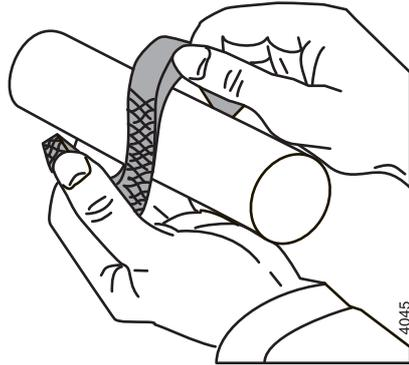

Рисунок 23: Сгибание набивочных колец, раскрываемых в осевом направлении
- 1 Установите 5 набивочных колец. Установите набивочные кольца со смещением открытых сторон. Набивочные кольца можно изгибать лишь раскрывая в осевом направлении, см. рисунок 23.